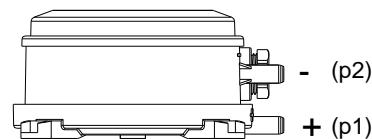

图 8
2. 软管连接。配件中提供了一条长 2m, 内径 5.0mm 的塑料软管, 可视现场情况裁减使用。建议用尽可能短的软管, 连接上述采样头和开关体上的压力接口。高压端接到“+”或“P1”口, 位于开关体的底部。低压端接到“-”或“P2”口, 位于开关体的中部, 如图 8。